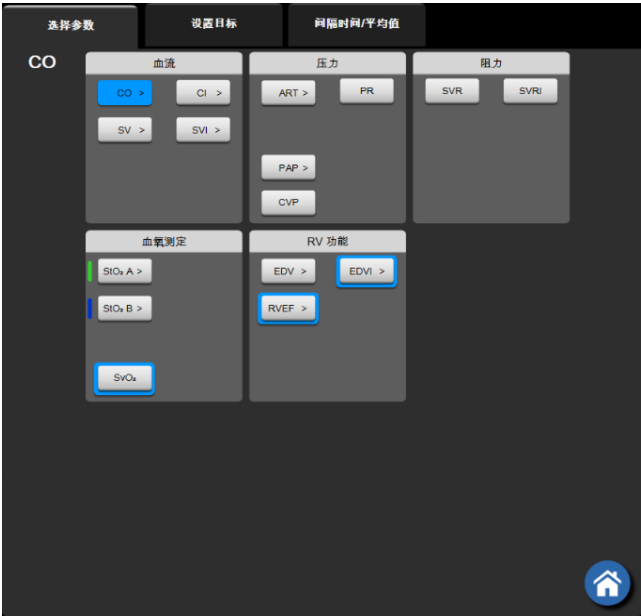

图 5-4 关键参数选择图块配置菜单示例
- 2 图块配置菜单将以彩色高亮展示所选择的参数以及以彩色轮廓展示当前正在显示的其他参数。屏幕上未高亮显示的为可用参数。图 5-4 显示了选择连续参数并使用 HemoSphere Swan-Ganz 模块进行监测时将会出现的图块配置菜单的参数选择选项卡。使用其他 HemoSphere 模块或缆线进行监测时此窗口的外观可能与图 5-4 中显示的不同。参数可分成几类。可用的类别取决于当前监护模式。下面列出的类别在参数选择配置菜单中进行分组。请参阅图 5-4。
**RV 功能。**这些参数包括 EDV、EDVI 和 RVEF，是右心室 (RV) 的容积测定指标。